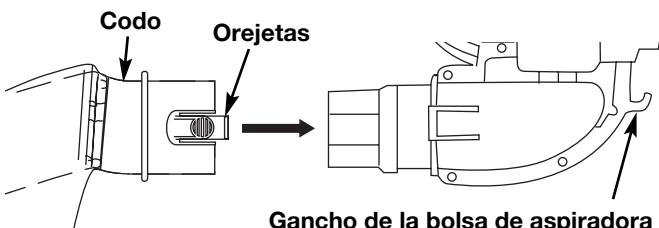

Fig. 5
- Instale el tubo de la bolsa del aspirador sobre la salida del soplador y empuje hasta que las orejetas de la base se enganchen en su lugar (Fig. 5).
- Saque la bolsa del aspirador presionando ambas orejetas en el codo de la bolsa del aspirador al mismo tiempo y tirando hacia afuera del soplador (Fig. 5).